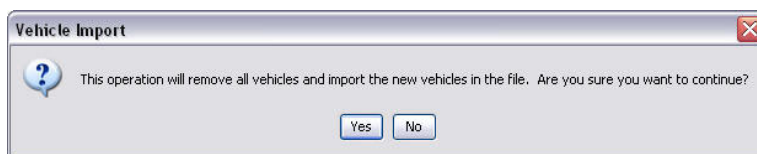

Рис. 157
2. Появится окно с предупреждением (Рис. 157), что любые добавленные в группу транспортные средства заменятся транспортными средствами из импортируемого файла.